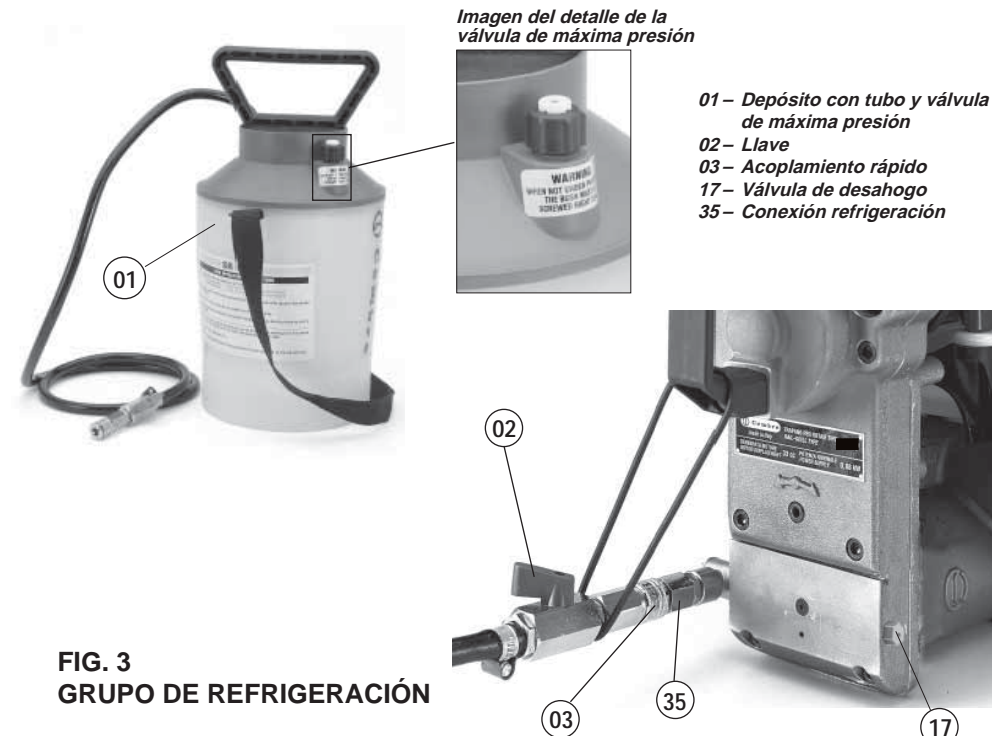

FIG. 3 GRUPO DE REFRIGERACIÓN
- **El taladro es suministrado con acoplamiento rápido (35) del sistema de refrigeración y de la válvula de desahogo (17) (Ver Fig. 3). Para exigencias especiales de la utilización del taladro, es posible intercambiar la posición de las válvulas arriba citadas y el acoplamiento rápido operando de la manera siguiente:**